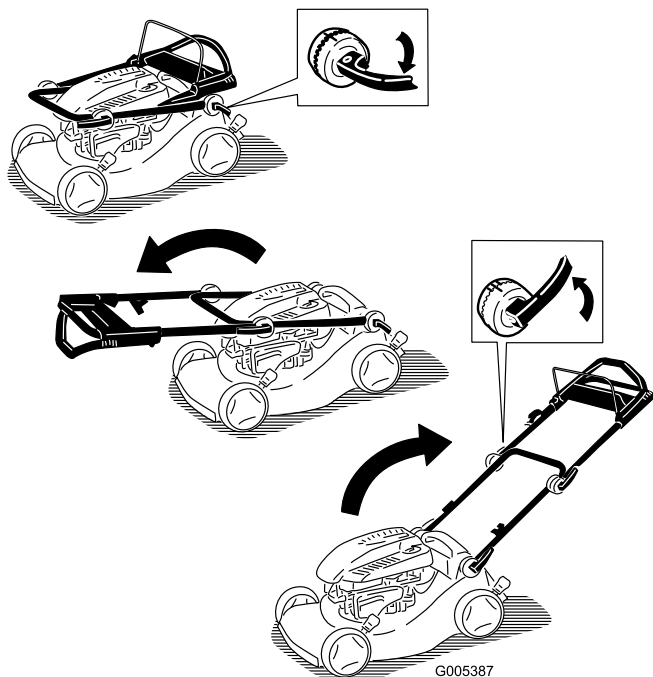

Рисунок 3
1. Разблокируйте замки рукоятки, передвиньте секции рукоятки в рабочее положение и заблокируйте замки рукоятки (Рисунок 3).